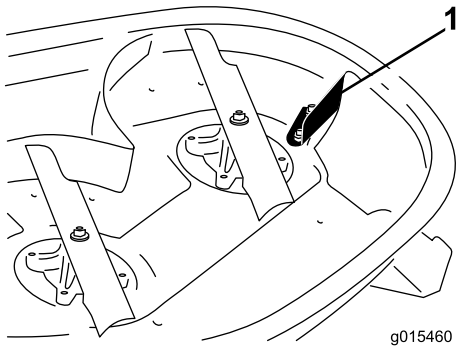

Figura 1
8. Algunos modelos tienen un deflector situado cerca del hueco de descarga (Figura 1). Retire el deflector si está presente. Guarde las piezas para su uso futuro.